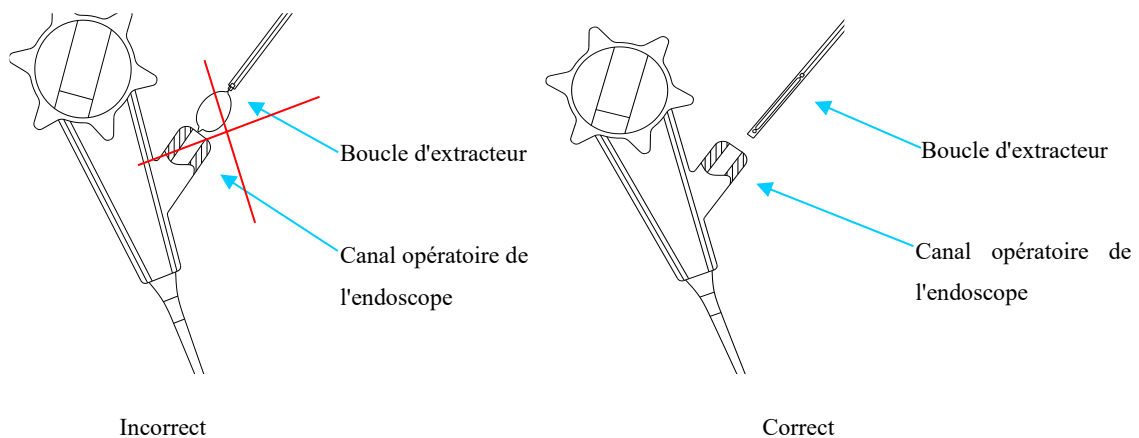
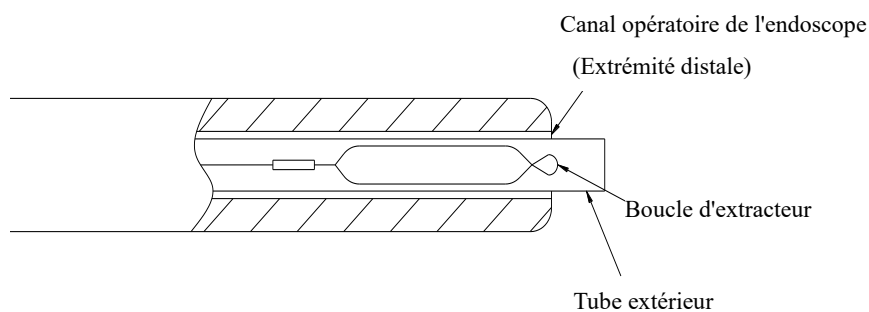

Figure 2
Figure 3
2. Actionnez la poignée de l'extracteur pour ramener la boucle dans le tube extérieur (comme illustré à la figure 2). L'extracteur pénètre dans le tube digestif par le trou du canal endoscopique. Sous surveillance endoscopique, il faut s'assurer que le tube externe sorte hors de l'extrémité distale du canal endoscopique (comme illustré à la figure 3):